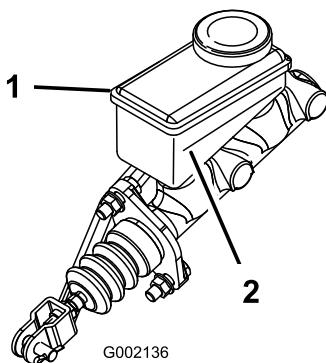

Figura 66
5. Observe o nível do fluido na parte lateral do reservatório (Figura 66).
- B. Adicione fluido dos travões DOT 3 ao reservatório até o nível do fluido estar acima da linha de mínimo (Figura 66).